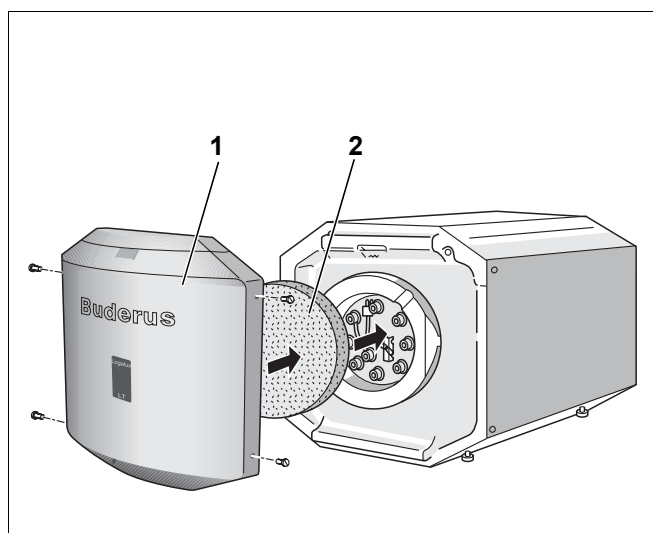

Рис. 17 Установка теплоизоляции и передней стенки
- Установить теплоизоляционный элемент (рис. 17, **поз. 2**) на крышку люка.
- Установить переднюю стенку (рис. 17, **поз. 1**) и закрепить 4 болтами.